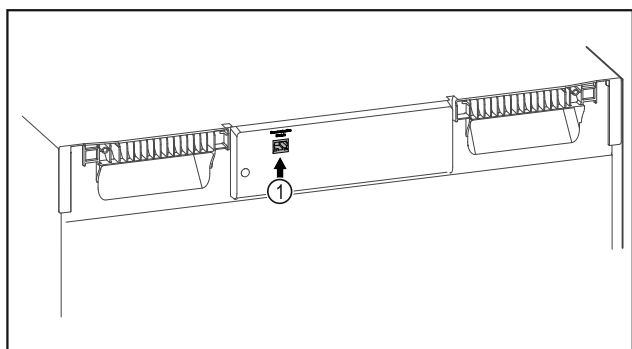

Fig. 108
- SmartModule Fig. 108 (1) is geplaatst.